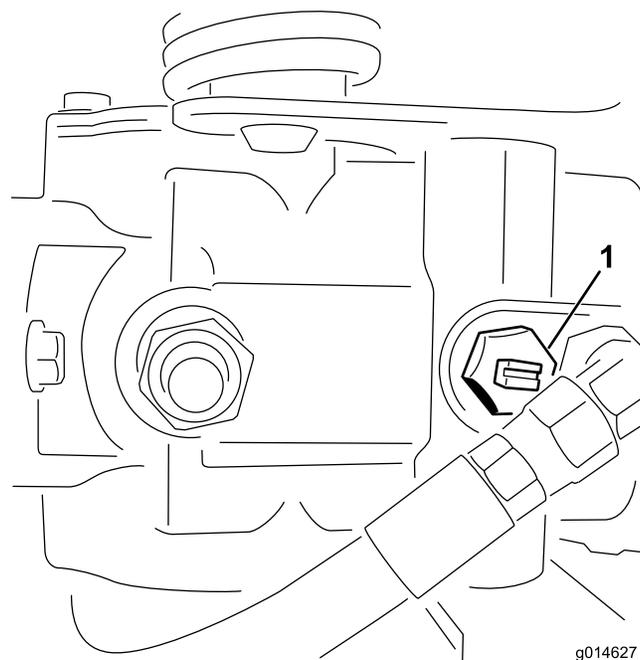

Figura 39
- Localize a válvula de derivação na bomba e rode-a de forma a que a ranhura fique na vertical (Figura 39).
- Antes de ligar o motor, feche a válvula de derivação rodando-a de forma a que a ranhura fique na horizontal (Figura 39). Não ligue o motor quando a válvula se encontrar aberta.